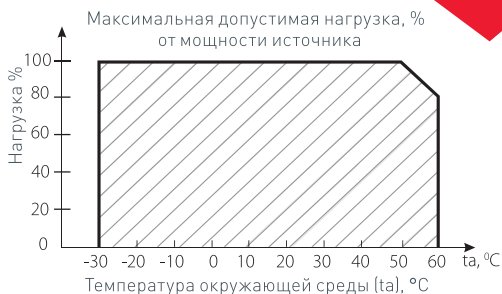

Рис. 4
- 4.3. Не нагружайте источник питания более 80% от его максимальной мощности. Учитывайте, что с повышением температуры окружающей среды, максимальная мощность источника питания снижается, см. график зависимости на Рис. 4.